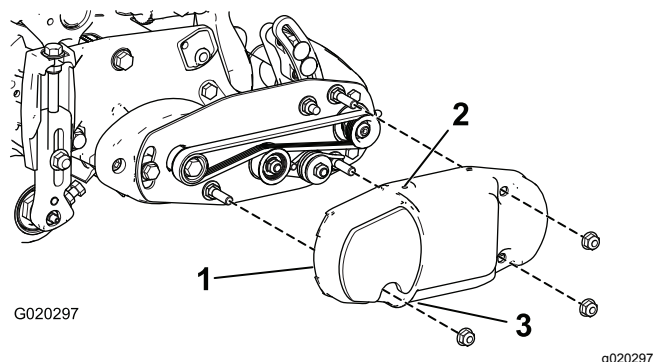
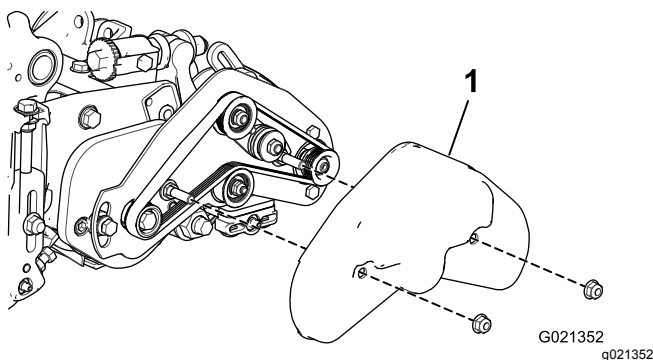

Figura 26
Figura 27
40. Fate scorrere il copricinghia sui bulloni di montaggio e fissatelo con 2 dadi flangiati (Figura 26 e Figura 27).